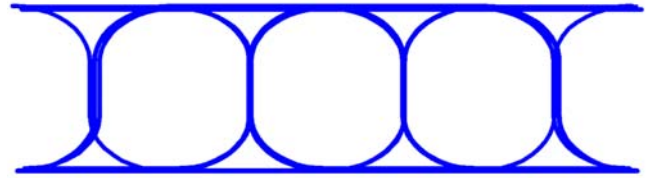

图2. 使用一个全速率时钟触发形成的眼图
5. 最后一个方法是通过从数据信号中进行时钟恢复来获取触发信号。见图2。